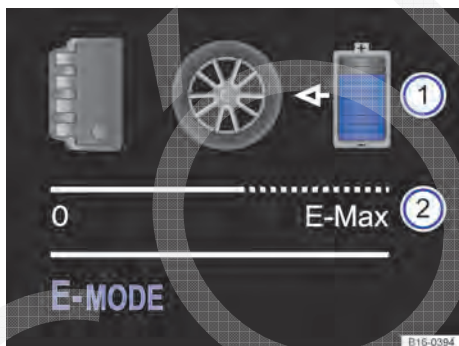

Fig. 21 No display do instrumento combinado: indicador do fluxo de energia (1) e indicador da disponibilidade de potência elétrica (2).
O fluxo de energia da propulsão híbrida é exibido no display dos instrumentos combinados com base em representações simbólicas e setas → Fig. 21 (1). Assim, o indicador do fluxo de energia pode ajudar a condução a economizar energia.
Modo de condução E-MODE (condução puramente elétrica) é exibido no display do instrumento combinado a disponibilidade de potência momentânea da propulsão elétrica → Fig. 21 (2). Em todos os outros modos, a indicação está desativada, portanto sem deflexão de barras e acinzentado.